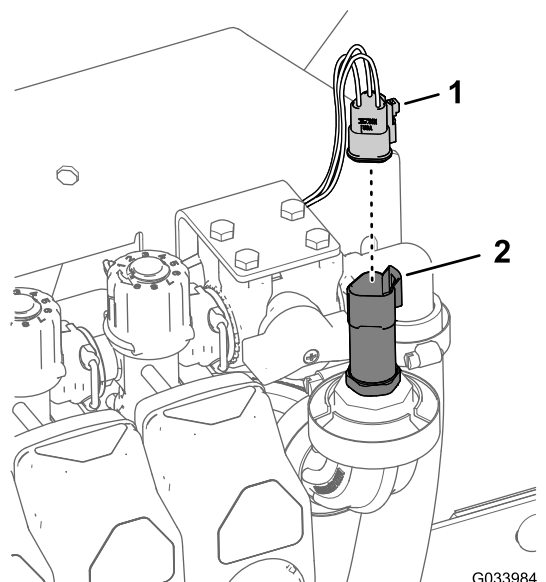

Bild 37
1. Ziehen Sie den 3-Buchsen-Stecker für den Druckwandler ab (Bild 37).